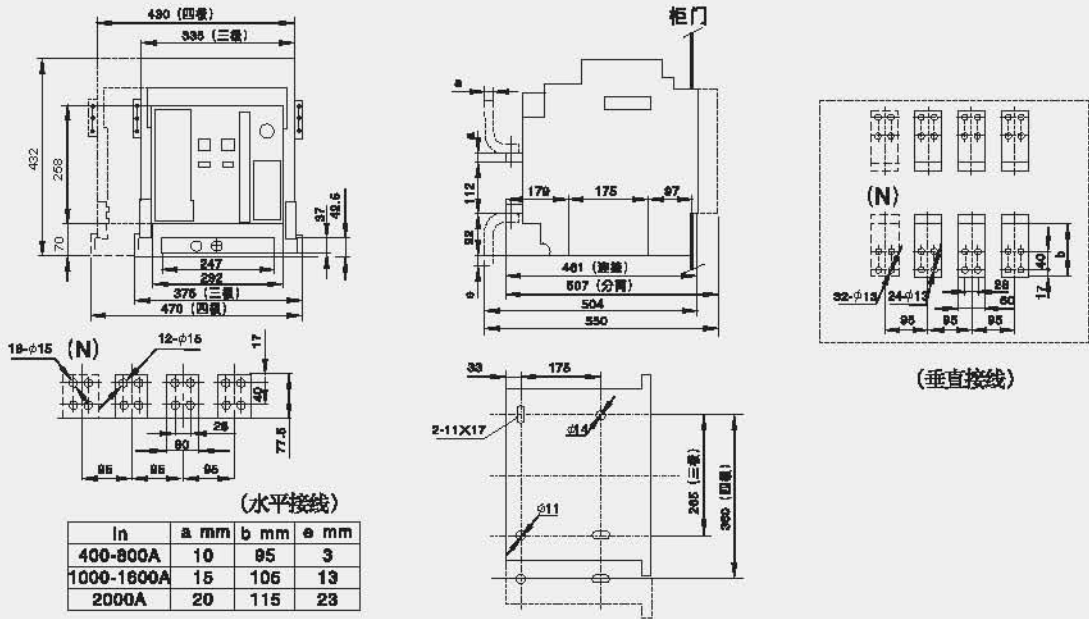

图10 抽屉式断路器安装尺寸及外形尺寸 (HZW66-2000、2000/4)
6.2 抽屉式断路器安装尺寸，外形尺寸见图10、11、12、13、14、15、16